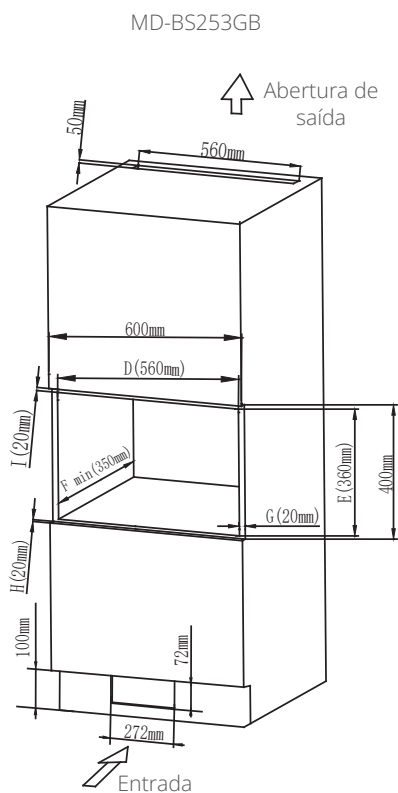

Fig.5
Tamanho da abertura: (D) 560 ± 2 x (E) 360 ± 2 x (F) 550 ± 2 (mm) como ilustrado na Fig. 5 em "D", "E", "F".